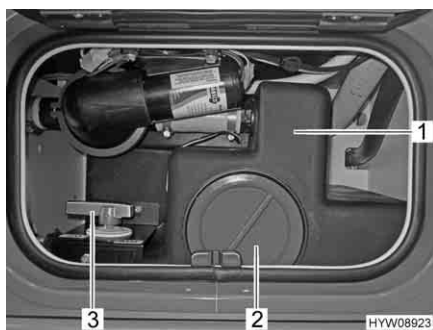

Fig. 175 Serbatoio fecale aggiuntivo
- Aprire il rubinetto di scarico (Fig. 175,3) del serbatoio fecale aggiuntivo. Svuotare completamente il serbatoio fecale aggiuntivo.